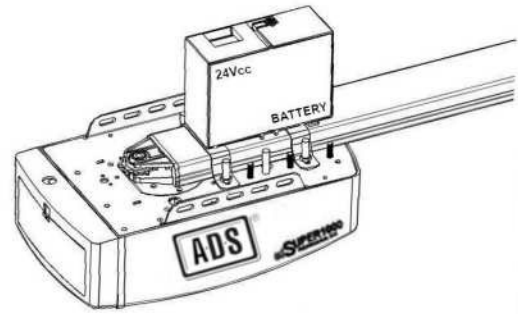

Fig.15
2.Conecte la Batería de Respaldo al Abrepuertas de Garage. (Fig.15)